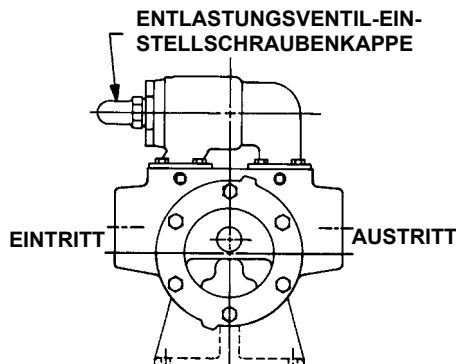

ABBILDUNG 3
4. Die Einstellschraubenkappe des Entlastungsventils zeigt stets zur Ansaugseite der Pumpe. Wenn die Pumpenrotation umgekehrt wird, wird das Entlastungsventil abgenommen und am entgegen gesetzten Ende eingebaut. Siehe nachstehende **Abbildung 3**.